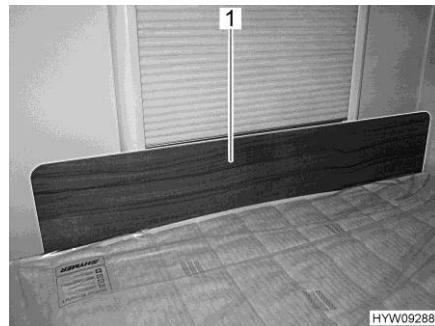

Fig. 103 Pannello di protezione/protezione antcaduta
- Inserire il pannello di protezione (Fig. 103,1) davanti alla finestra, tra il materasso e il telaio della finestra. L'effetto di serraggio del materasso mantiene il pannello di protezione in posizione, davanti al telaio della finestra.